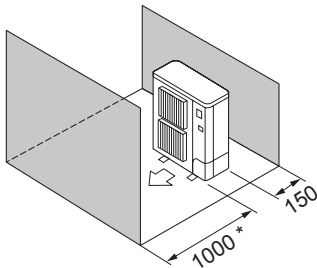

Fig. 2-11
- ⑤ Kun forhindringer foran og bagved (Fig. 2-11)